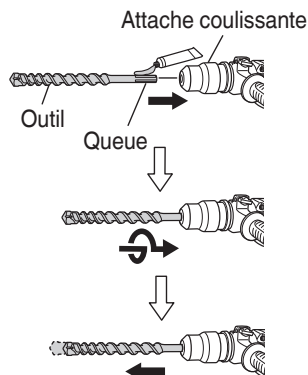

Fig. 2
- (1) Nettoyer, puis graisser la queue de l'outil avec la graisse fournie à cet effet en tube vert.
- (2) Pour fixer l'outil (tige SDS max), l'insérer dans l'orifice jusqu'à ce qu'il touche l'extrémité intérieure de l'orifice comme indiqué sur la Fig. 2. Tournez l'outil tout en appuyant délicatement dessus, et la rainure de l'outil s'engagera, permettant à l'outil de pénétrer plus profondément jusqu'à ce qu'il soit inséré à fond.